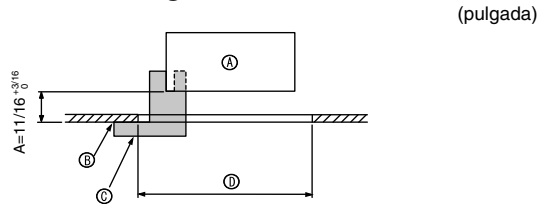
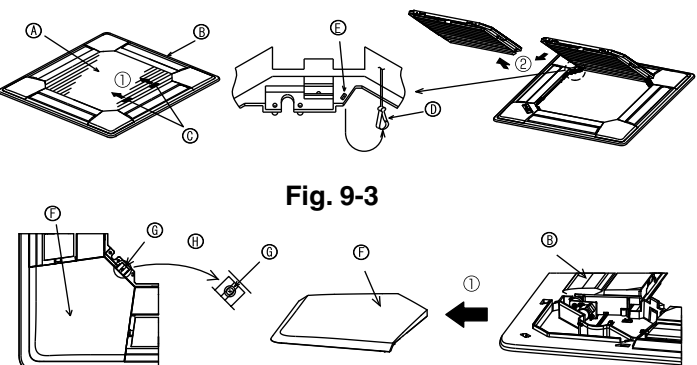
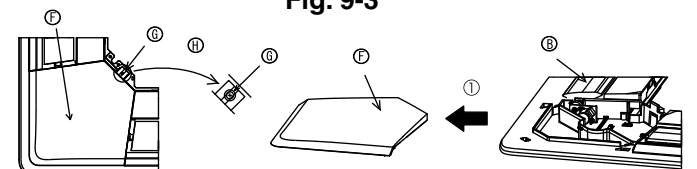

Fig. 9-2
Fig. 9-3
Fig. 9-4
①	Dimensiones de la rejilla	1	950 × 950 (mm), 37-3/8 × 37-3/8 pulgadas
②	Tornillo con arandela cautiva	4	M5 × 0,8 × 25
③	Plantilla	1	(Dividido en cuatro partes)
④	Remache	3
⑤	Tornillo	4	4 × 8
⑥	Tornillo	1	4 × 12
9.2. Preparación para conectar la rejilla (Fig. 9-2)
- Con la plantilla ③ que se suministra con este equipo, ajuste y compruebe la posición de la unidad en el techo. Si la unidad no está colocada en el techo de forma adecuada, podrían producirse escapes de aire o generarse una condensación.
- ① Unidad principal
② Techo
③ Plantilla ③ (metida en la unidad)
④ Dimensiones de apertura del techo
9.2.1. Extracción de la rejilla de admisión (Fig. 9-3)
- Deslice las palancas en la dirección indicada mediante la flecha ① para abrir la rejilla de admisión.
- Con la rejilla de admisión en posición "abierta", extraiga la bisagra de la rejilla de admisión de la rejilla tal y como se indica mediante la flecha ②.
9.2.2. Extracción del panel angular (Fig. 9-4)
- Extraiga el tornillo de la esquina del panel angular. Deslice los paneles angulares indicados por la flecha ① para extraer este panel.
[Fig.9-3] [Fig.9-4]